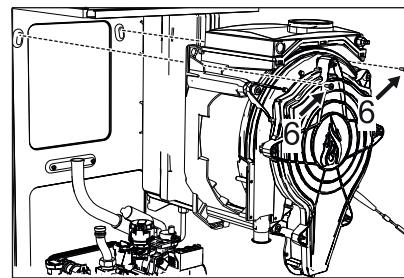

fig. 58 -
- Togliere le 2 viti superiori "6" di fissaggio scambiatore al telaio ("fig. 58 -")